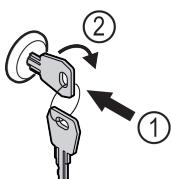

Fig. 87 例图
- ▶ 按入钥匙 Fig. 87 (1)。
- ▶ 将钥匙顺时针转动 90° Fig. 87 (2)。